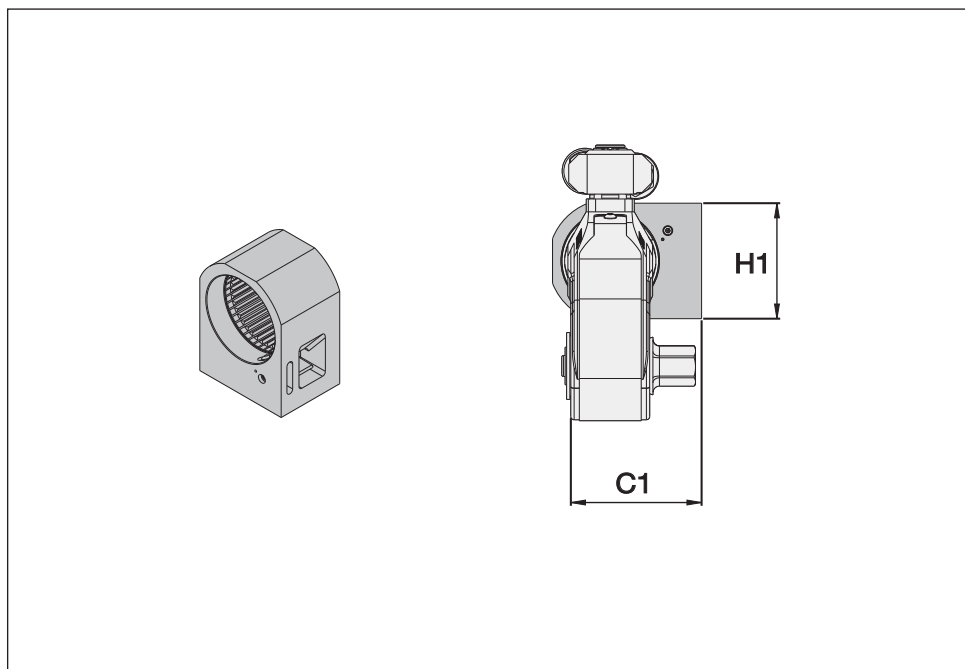

Fig. 30
6.4 Mål og spesifikasjoner SRA-serien kort reaksjonsarm (Fig. 30)